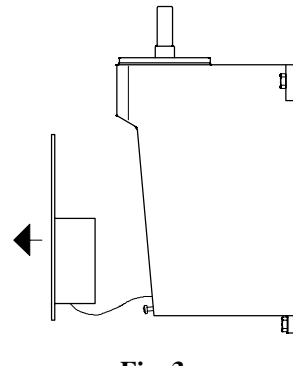

Fig. 3
- Heben Sie die Abdeckung des Antriebs ab. Sie dient als Bodenplatte für die elektronische Ausstattung, weshalb darauf zu achten ist, nicht zu stark an den Anschlusskabeln zu ziehen (Abb. 3).